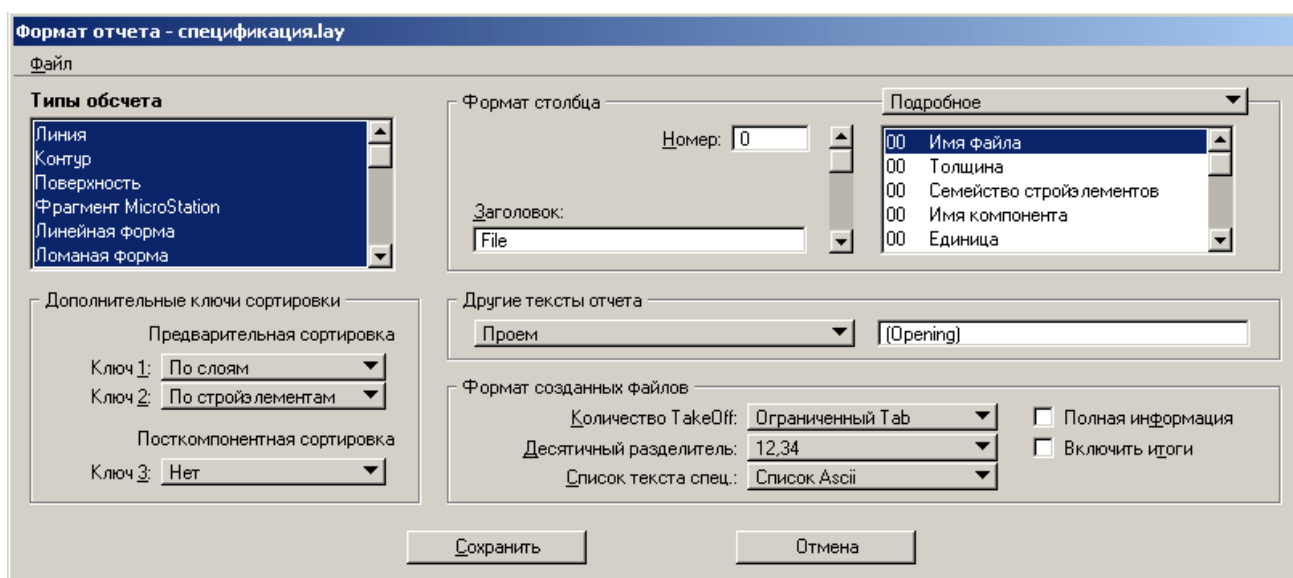

Рисунок 128
- В появившемся диалоговом окне *Формат отчета* (Рисунок 128) выбрать падающее меню *Файл\Загрузить*.